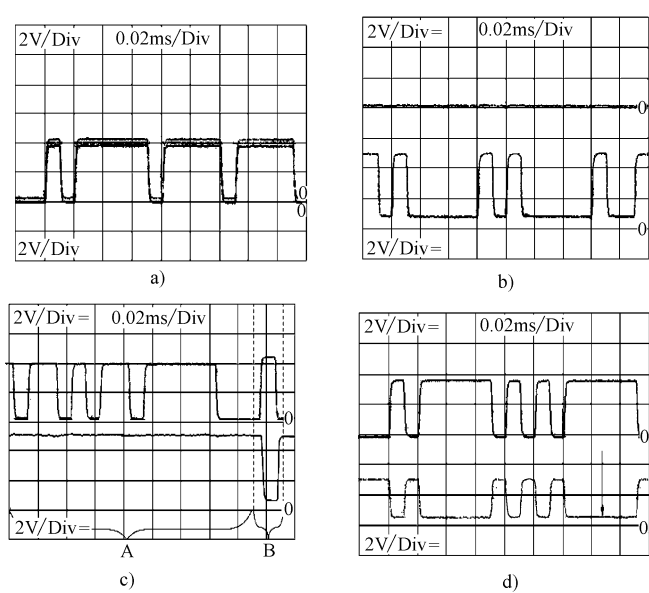

图 3.15-1 奥迪车系舒适 CAN 总线的故障波形
- (1) 什么是通信协议？
- (2) 车载网络系统有哪些优点？
- (3) CAN 数据总线所传输的数据类型有哪几种？
(4) 在车载网络系统中，网关的作用是什么？
(5) 请说出常用的车载网络名称。
(6) 在车载网络系统检测中，使用 DSO 双通道模式和单通道模式进行检测有什么区别？
(7) 在带有终端电阻的车载网络系统中怎样测量终端电阻？
(8) 在奥迪车系舒适 CAN 总线的故障波形（见图 3.15-1）中，哪个属于 CAN-L 线断路的故障？
(9) 操作光导纤维时的注意事项有哪些？
(10) 在维修大众 CAN 总线的线束时，应注意哪些要点？